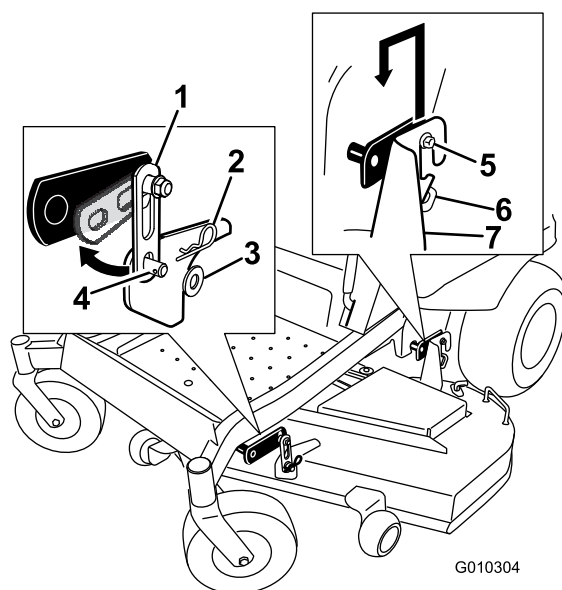

Figura 72
2. Rimuovete la bulloneria dai supporti di sospensione anteriori del piatto di taglio su entrambi i lati del piatto (Figura 72).
3. Sollevate con cautela il piatto di taglio sganciandolo dai bulloni di sospensione posteriori e abbassate la parte anteriore del piatto fino al suolo (Figura 72).
5. Alzate la parte posteriore del piatto di taglio e guidate le staffe di sospensione sui bulloni di sospensione posteriori (Figura 72).